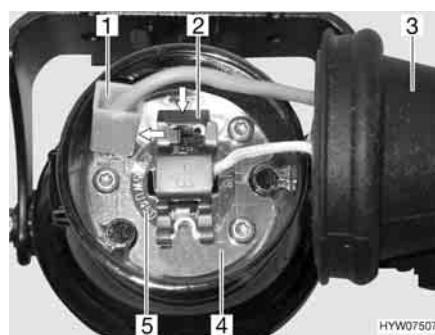

Fig. 175 Luce fendinebbia
- Afferrare dietro la luce fendinebbia e togliere il copripolvere di gomma (Fig. 175,3) dall'involucro (Fig. 175,4).
- Togliere il cavo negativo (Fig. 175,1) dall'involucro.
- Premere la graffa di supporto (Fig. 175,2) per sganciarla e spingerla di lato.
- Estrarre dall'involucro la lampada ad incandescenza (Fig. 175,5) con il cavo.